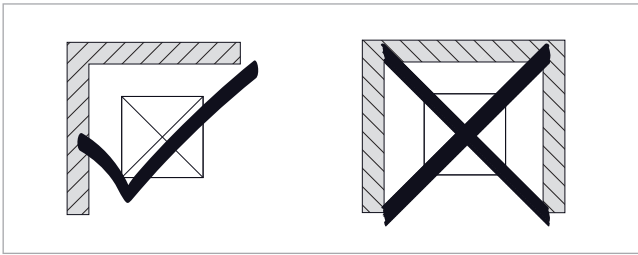

Abb. 10: Aufstellbedingungen in der Nähe von Wänden
- Wärmepumpe nicht in dreiseitig geschlossenen Strukturen aufstellen, siehe → *Abb. 10*